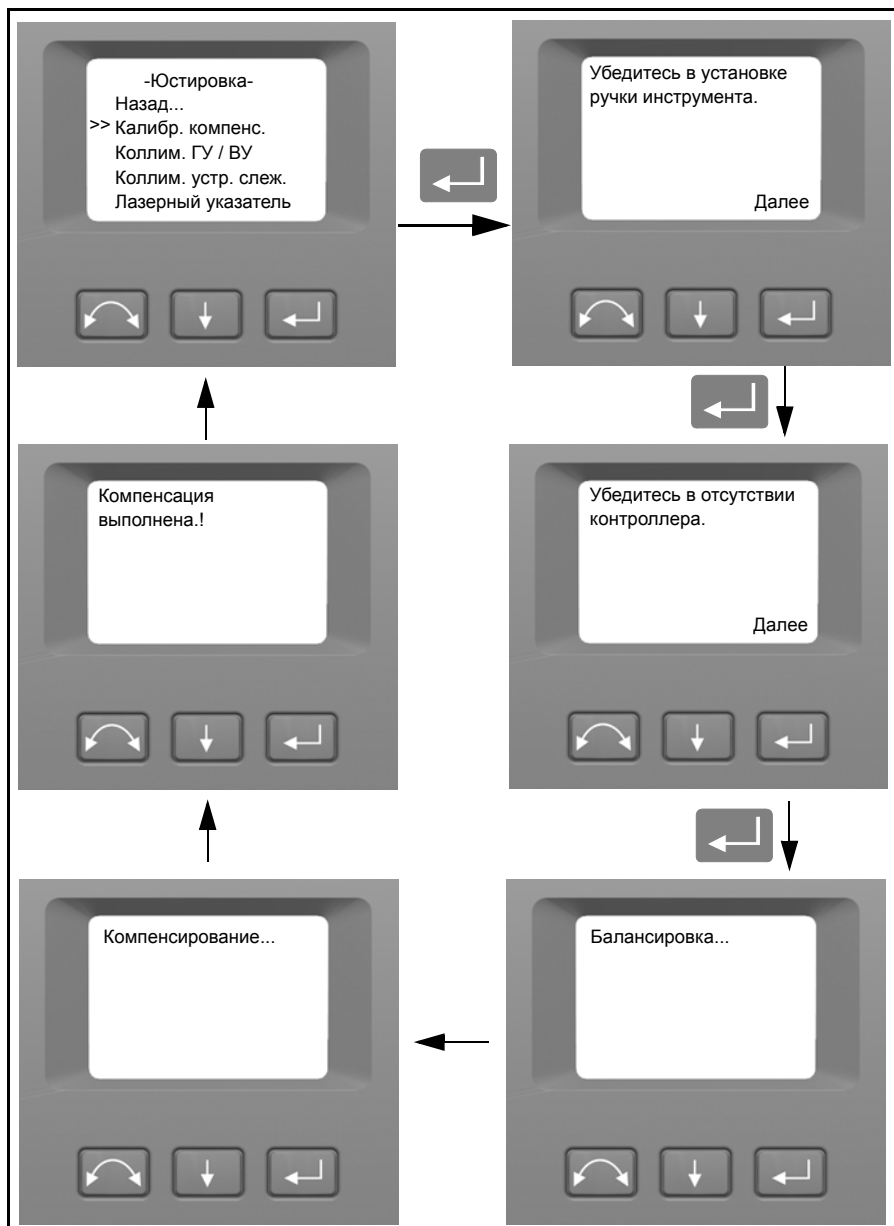

Рис. 4.29. Процедура калибровки компенсатора
3. Следуйте указаниям на дисплее. Рис. 4.29.